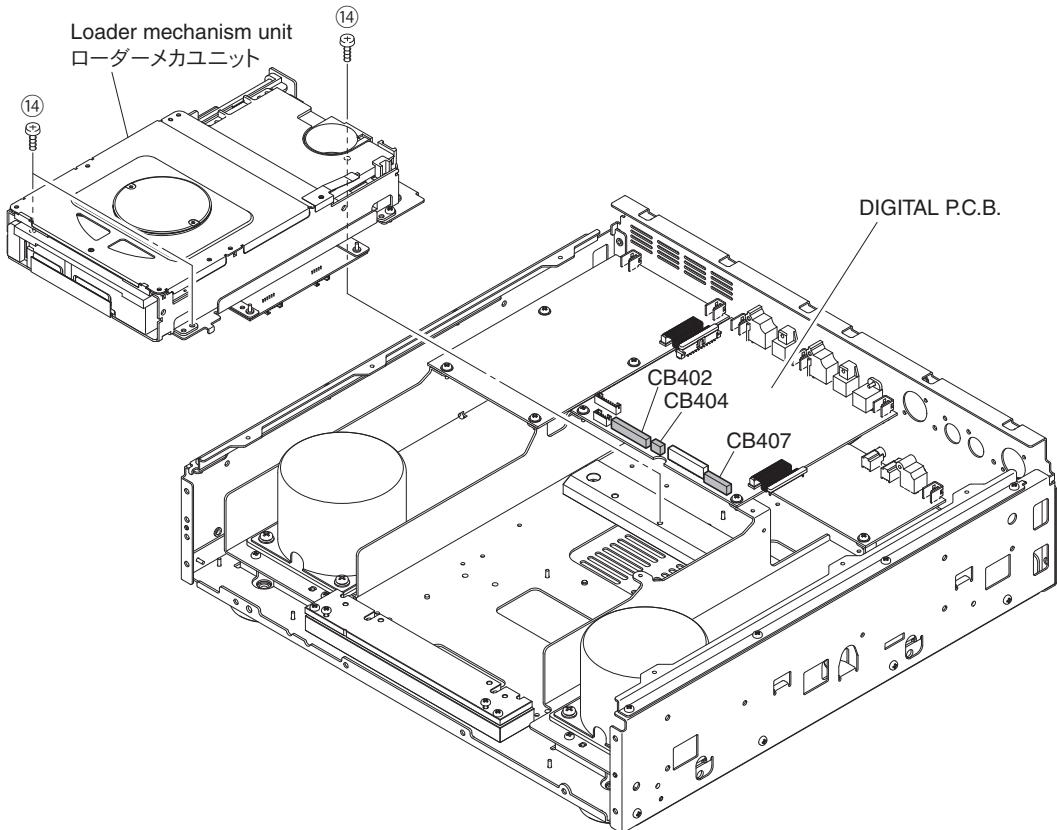

Fig. 6
- a. Remove 3 screws (⑯). (Fig. 6)
- b. Remove CB402, CB404 and CB407. (Fig. 6)
- c. Remove the loader mechanism unit. (Fig. 6)
- a. ⑯ のネジ 3 本を外します。 (Fig. 6)
- b. CB402、CB404、CB407 を外します。 (Fig. 6)
- c. ローダーメカユニットを外します。 (Fig. 6)